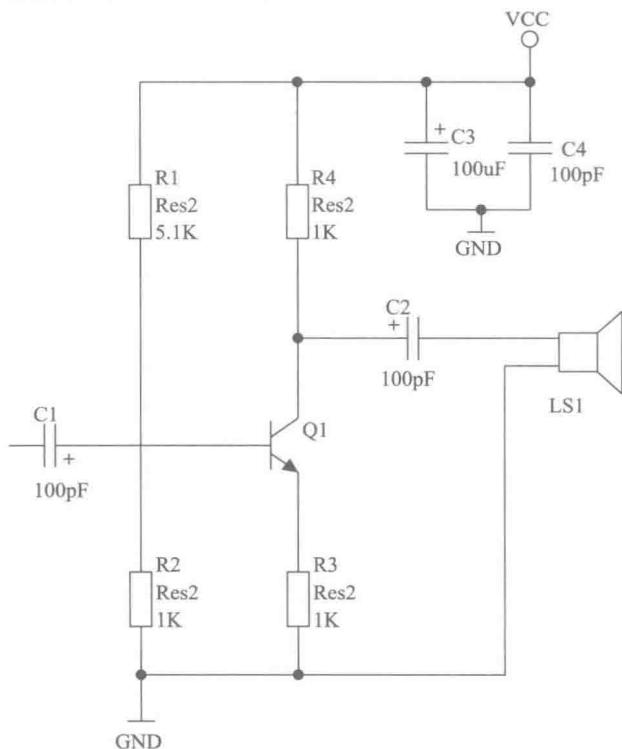

图 1-1 单管放大电路
本任务使用的电路图如图 1-1 所示。
⑥ 将所有元器件连接起来后，便可以按照图 1-1 所示的位置放置电源（VCC）和地（GND）。电源和地可以在快捷菜单栏找到，如图 1-12 所示。或者单击菜单“放置→电源端口”找到。注意用此方法拉出电源和地需要按〈Tab〉键弹出电源端口属性窗口，修改出适合任务要求的属性和名称来放置。GND 属性一般用 Power Ground，VCC 一般用 Circle，如图 1-13 所示。选取出来的 GND 和 VCC 放置后的效果如图 1-14 所示。